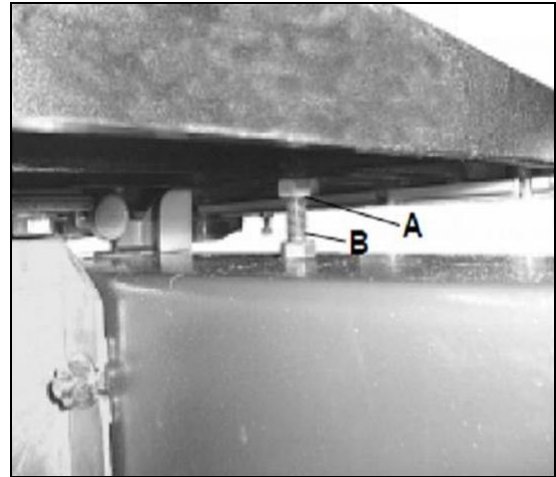

Fig 11
Die Mutter (A, Fig 11) lösen, die Schraube (B) justieren.